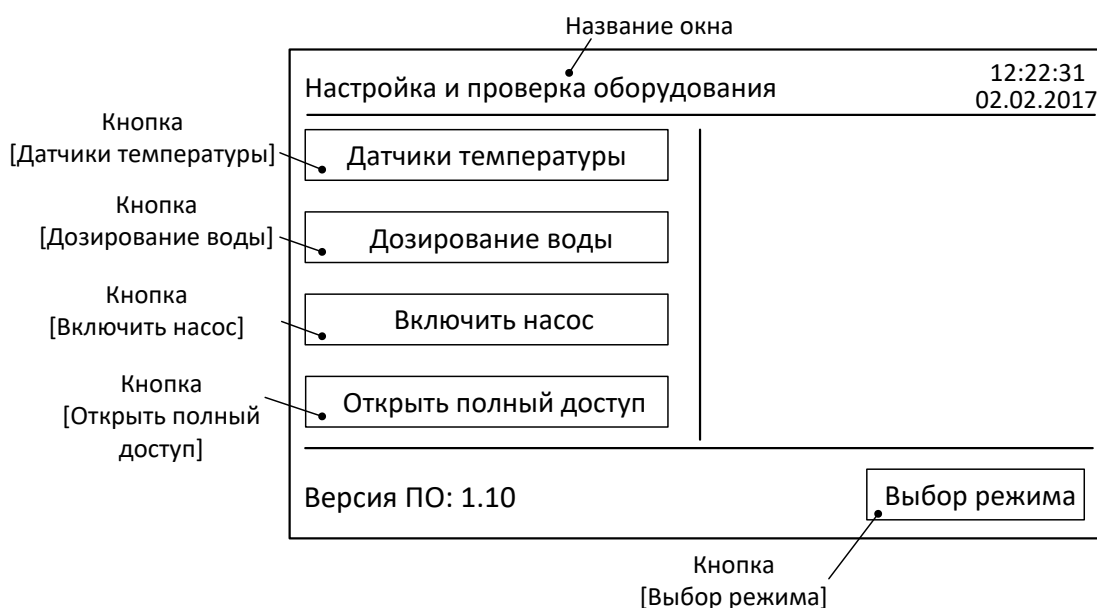

Рисунок 9 – Окно настройки и проверки оборудования
4.2.5 Установить гибкую трубку на место в штуцер подвода воды. Это происходит путём вталкивания трубки в центр синего кольца БРС до упора, без нажатия на само кольцо. Выйти из окна «Настройка и проверка оборудования» нажатием кнопки [Выбор режима] (рисунок 9).